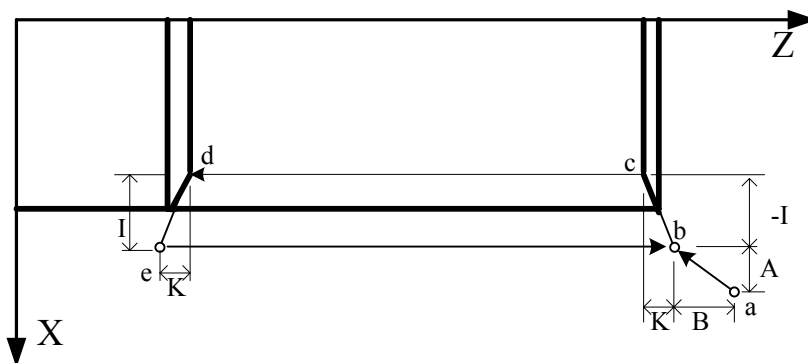

图3.49 运行轨迹
功能: 参见图3.49。运动轨迹从起点a开始；(1) 按A、B量进刀至b点；(2) 按I、K值确定的角度旋入到c点；(3) 按Z(W)值进行螺纹切削至d点；(4) 按I、K值退尾至e点；(5) Z向退刀至b点（也为下一循环的起点）。